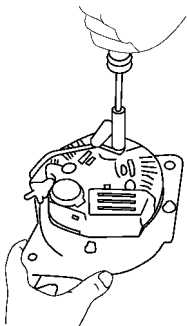

图 7-11 拆下后端罩
(1) 拆下后端罩。拆下螺母和端子绝缘件，旋下 3 个螺母，拆下后端罩，如图 7-11 所示。